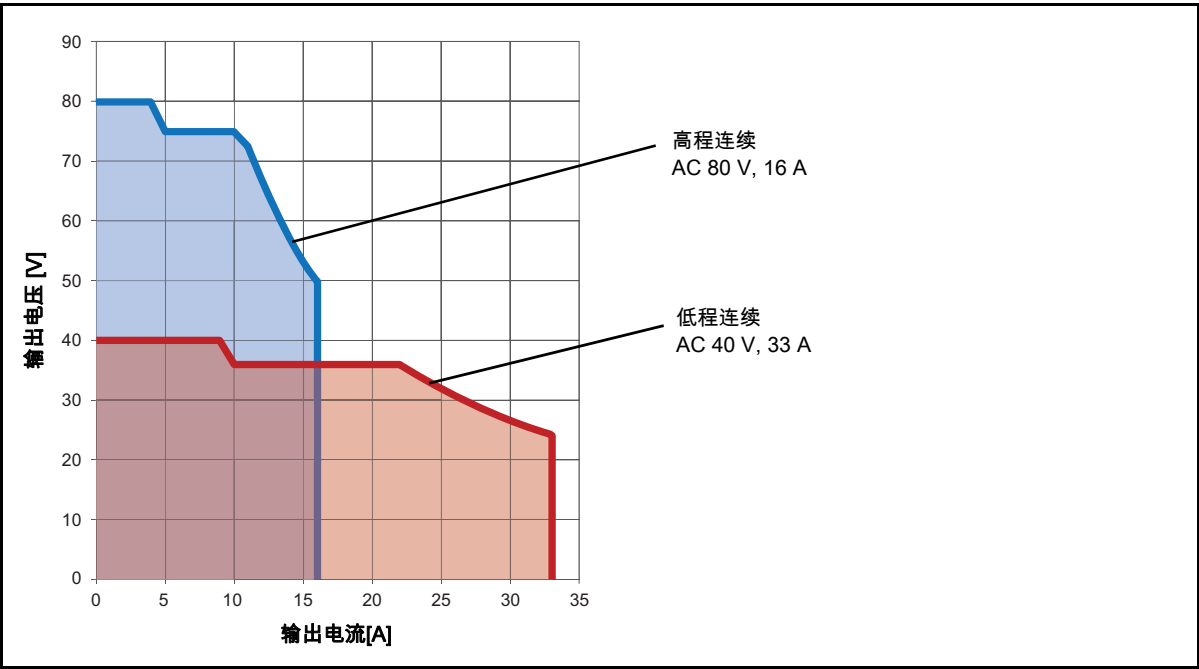

图 15-4：允许的工作范围 3 x AC 80 V 16 A
4. 参见第 209 页的图 15-4：“允许的工作范围 3 × AC 80 V 16 A”
3. 参见第 209 页的图 15-4：“允许的工作范围 3 x AC 80 V 16 A”